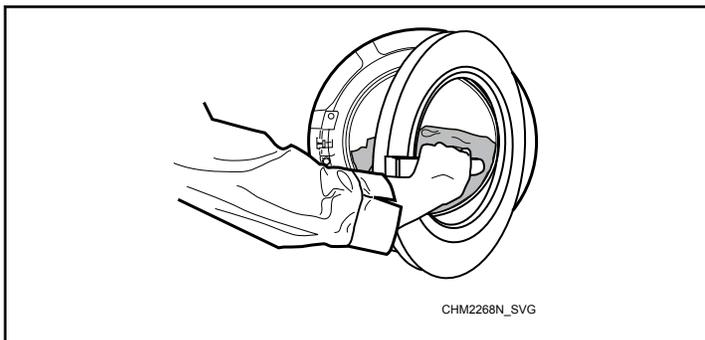

Figure 13
3. Fermer la porte en poussant la poignée de porte vers la machine. Se reporter à la *Figure 13*.